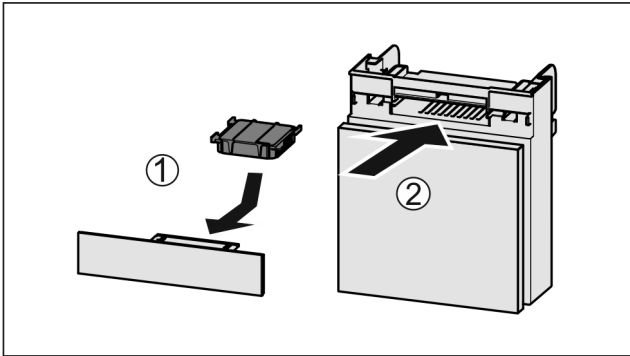

Fig. 215
- ▶ 按图装入 Fig. 215 (1) 活性炭过滤器。
- ▶ 推入 Fig. 215 (2) 抽屉。